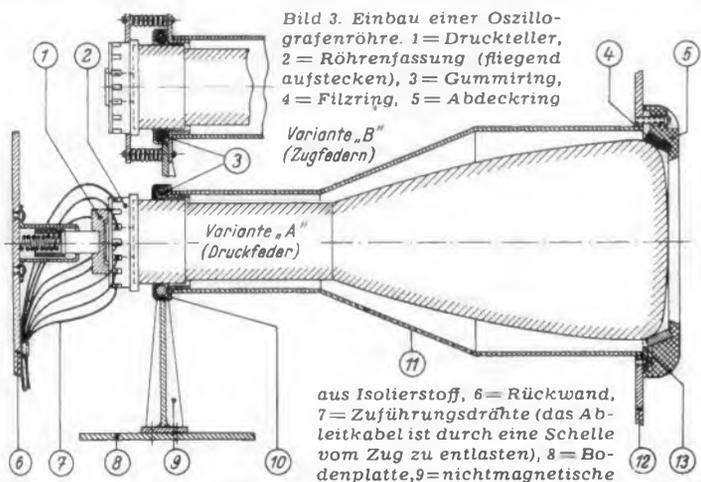

Bild 3. Einbau einer Oszillografenröhre. 1 = Druckteller, 2 = Röhrenfassung (fliegend aufstecken), 3 = Gummiring, 4 = Filzring, 5 = Abdeckring
1. Um Glasspannungen beim Einbau zu vermeiden, die zur Zerstörung der Röhre führen können, empfiehlt sich eine elastische Röhrenhalterung nach Bild 3. Hierbei ist zu beachten, daß die Teile 8, 10, 12 und 13 aus nichtmagnetischem Material sein müssen.